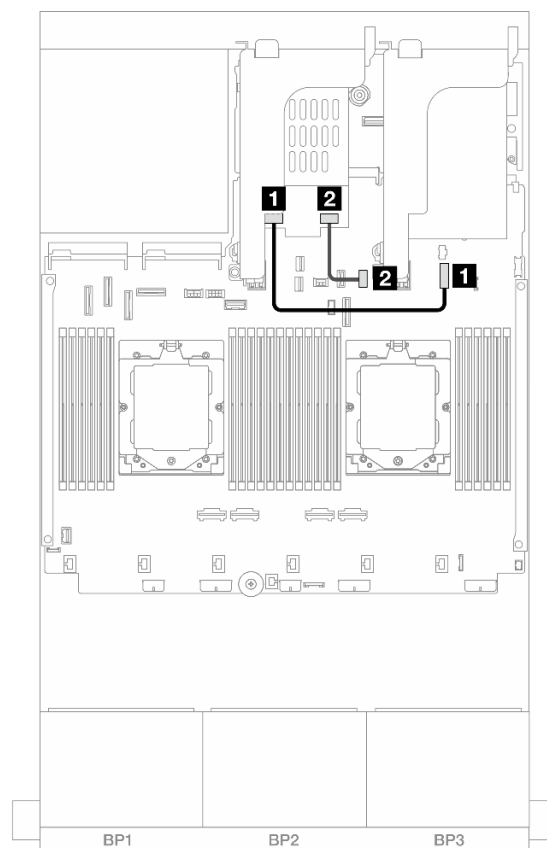

Figura 324. Disposición de los cables de SATA
- Figura 324 “Disposición de los cables de SATA” en la página 384